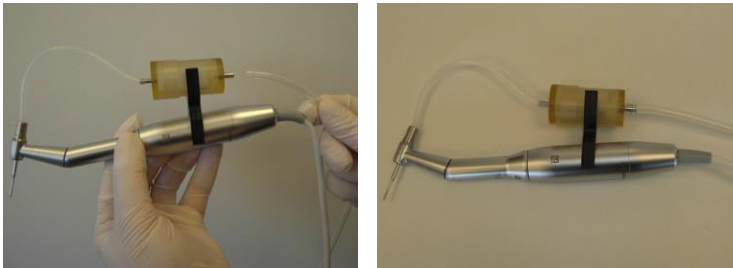

Figure 3-59. Raccordement du tuyau d'extraction au côté Succion du collecteur de greffons
15. Raccordez le tuyau d'extraction stérile au côté Succion du collecteur de greffons, comme illustré à la Figure 3-59.